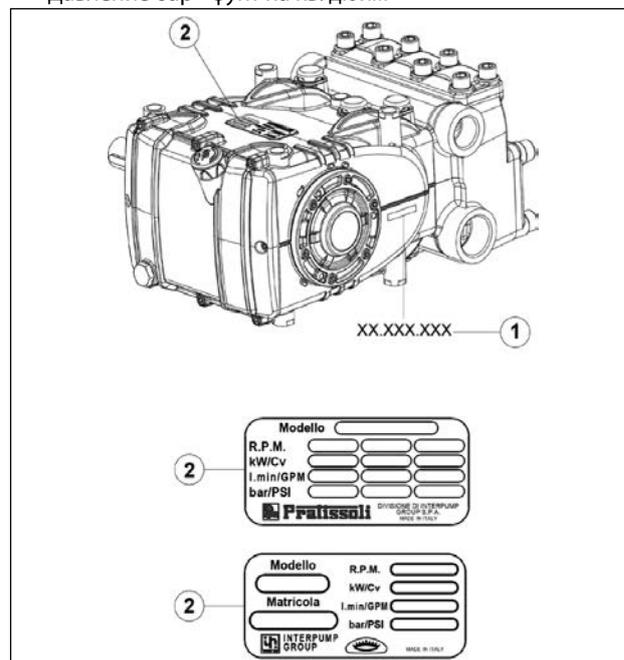

Рис. 1
Каждый насос имеет свой серийный номер XX.XXX.XXX, см. поз. ① и паспортную табличку, см. поз. ② на Рис. 1, на которой указано: